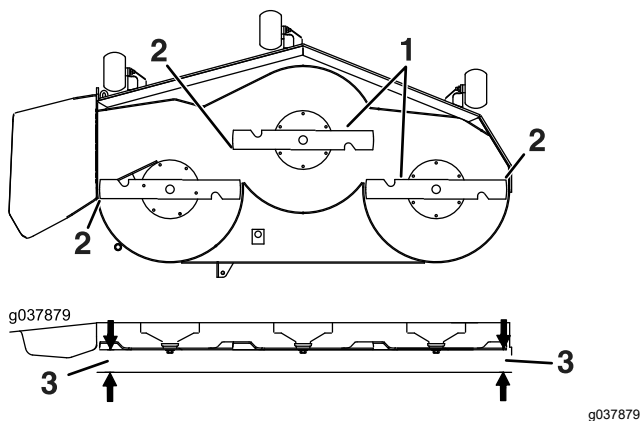

Figura 82
6. Mida entre la punta de la cuchilla y la superficie plana (Figura 82). Si hay una diferencia de más de 5 mm entre ambas dimensiones, ajuste la nivelación, y siga con este procedimiento.
14. Gire cuidadosamente las cuchillas colocándolas perpendicularmente al sentido de avance de la máquina (Figura 82).